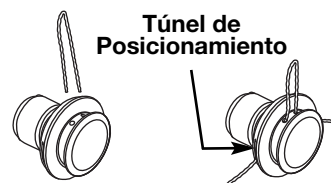
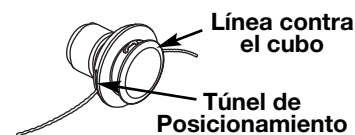

Fig. 16
Fig. 17
PRECAUCIÓN: Antes de operar esta unidad, cercíorese de que el botón de liberar esté completamente trabado en el agujero primario (Fig. 16), y que la perilla (Fig. 17) esté bien apretada.
3. Mientras que firmemente sostiene el accesorio, empujelo derecho en el acoplador hasta el botón liberador (Fig. 16) se encaja a presión hacia el agujero primario (Fig. 16). El agujero primario está en el lado opuesto del acoplador de la perilla (Fig. 16). La alineación del botón de desconexión con el hueco de guía facilitará la instalación (Fig. 16).
3. Oprima y sostenga el botón de desconexión (Fig. 16).
4. Inserte ambos extremos de su línea a través de los agujeros adecuados en el lado de la cabeza de corte (Fig. 16).
5. Hale la línea y cerciórese de que la línea esté contra el cubo y que esté totalmente extendida a través de los túneles de posicionamiento (Fig. 17).